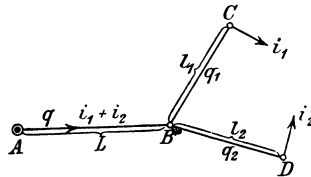

Abb. 263. Leitung mit Verästelung.
Von Interesse ist hier nur der Fall, daß 2 Speiseleitungen bis zu einem gewissen Punkte  $B$  (Abb. 263) in einer Leitung verlaufen und sich dort trennen in die Leitungen  $\overline{BC}$  und  $\overline{BD}$ . In den Speisepunkten  $C$  und  $D$  werden die Ströme  $i_1$  und  $i_2$  gebraucht. Der gesamte Spannungsverlust von  $A$  bis  $C$  bzw. von  $A$  bis  $D$  sei  $\delta_{\max}$  Volt.
Die Querschnitte der Leitungsstücke  $\overline{AB}$ ,  $\overline{BC}$ ,  $\overline{BD}$  (Abb. 263) lassen sich leicht nach Formel I berechnen, wenn man den Spannungsverlust von  $A$  bis  $B$  willkürlich  $\delta_1$  setzt ( $\delta_1 < \delta_{\max}$ ), dann ist der Spannungsverlust von  $B$  bis  $C$  bzw. von  $B$  bis  $D$  ( $\delta_{\max} - \delta_1$ ) und die Querschnitte werden nach (II)